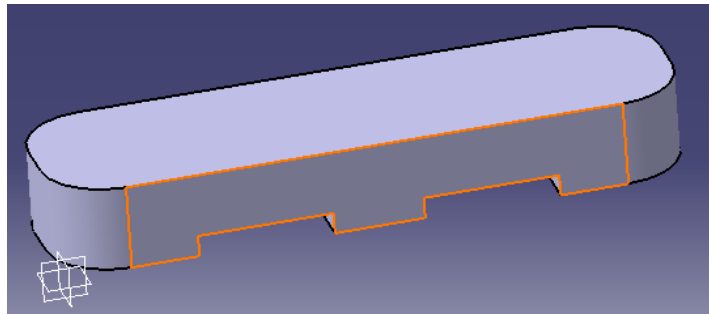

Figura 4.30: CARA SELECCIONADA
6.- Se selecciona la cara que se indica en la figura 4.30 que es en la se generara el profile 2.